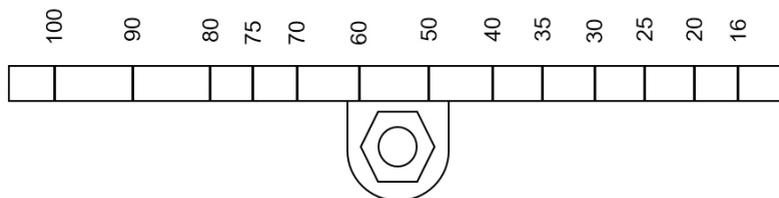

图31. AEL7行程臂(8 kN+)
- 松开行程滑块锁紧螺母（10mm A/F），小心地将滑块移动到臂上所示的所需行程（图31）